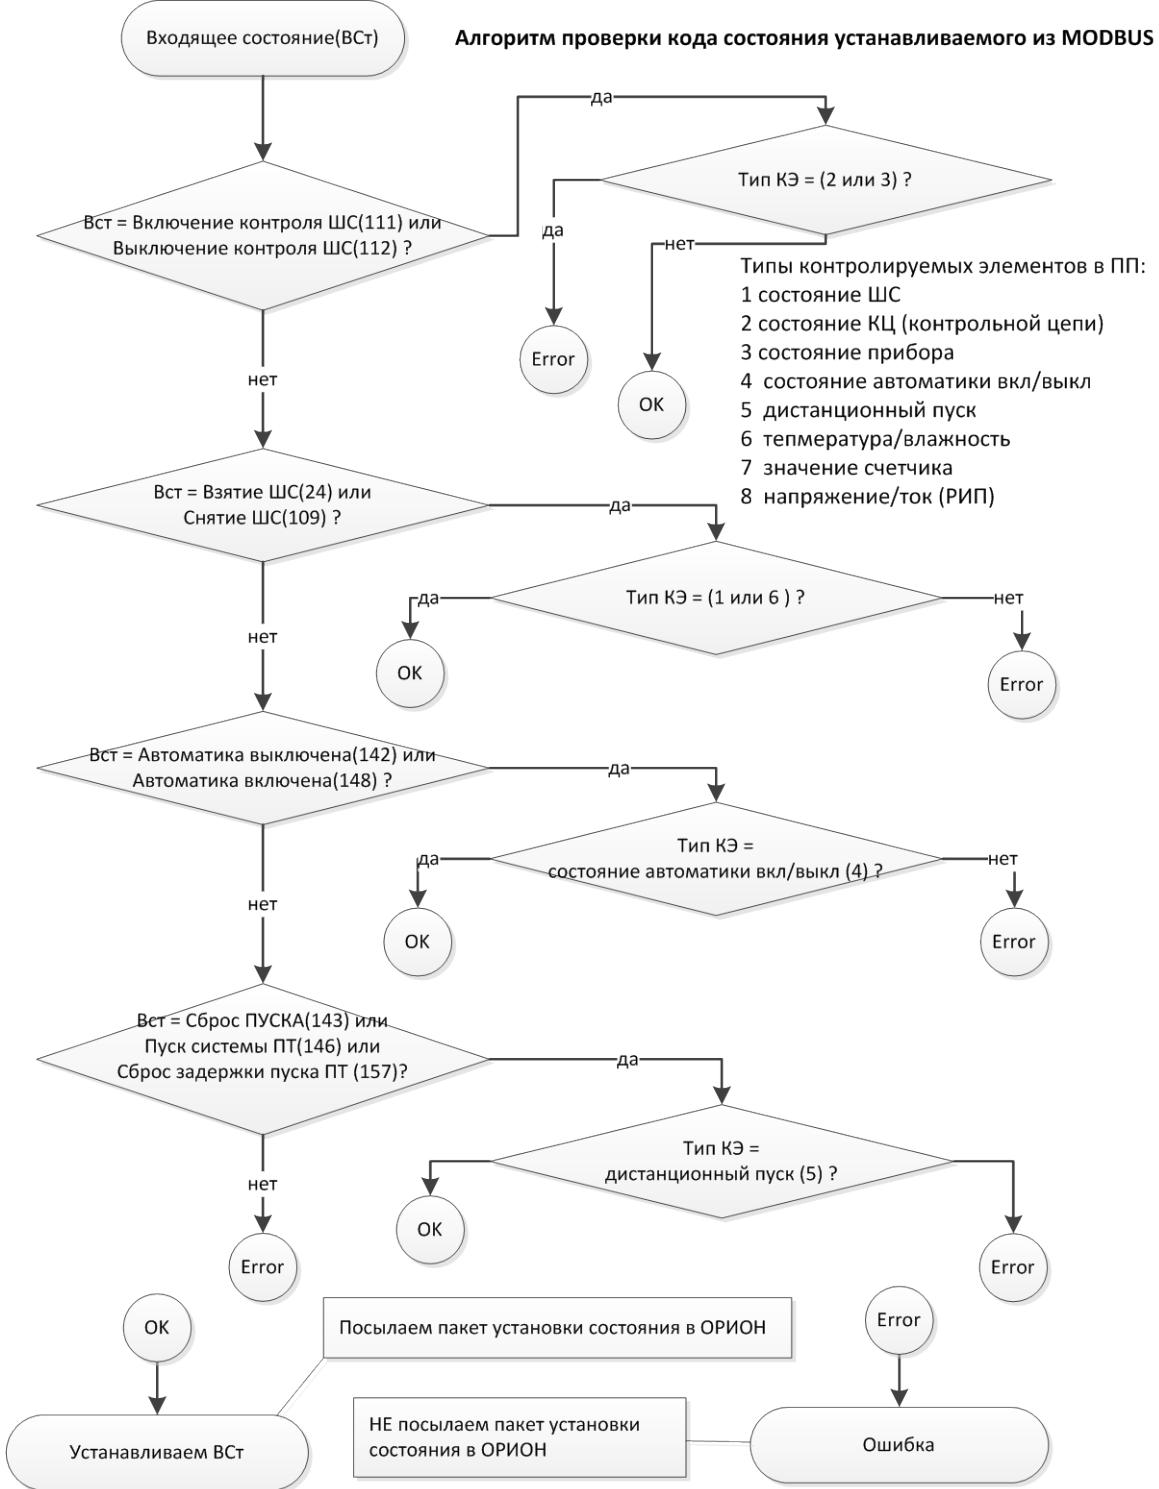

Рисунок 3
- При управлении состоянием зон и разделов из MODBUS, «C2000-ПП» использует следующий алгоритм: см. рисунок 3.
- Как видно из рис.3 чтобы управлять состоянием какой-либо зоны нужно назначить ей определенный тип в конфигурации «C2000-ПП». Так, например, включение и выключение контроля ШС невозможно для типов зоны 2 и 3. Тип 3 это состояние прибора, а тип 2 это состояние контрольной цепи т.е. выход. Для зоны прибора включение или выключение контроля ШС невозможно в принципе. А для типа 2 мы, пытаясь включить контроль для выхода, фактически включим его для входа, если в приборе есть ШС с номером 2. Такое поведение также нежелательно.